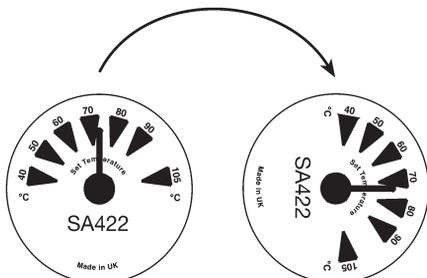

Fig. 4
1. Smontare il tappo antimanomissione (6) e con un cacciavite adatto posizionare l'indicatore (3) sulla graduazione intermedia (1).
2. Smontare il coperchio trasparente (2).
3. Smontare l'indicatore di temperatura (3).
4. Smontare la scala (4) dall'indicatore e rimontarla nella posizione richiesta come visibile nella Fig. 4.
5. Riposizionare l'indicatore (3) nella posizione intermedia della scala (1).
6. Rimontare il coperchio trasparente (2).